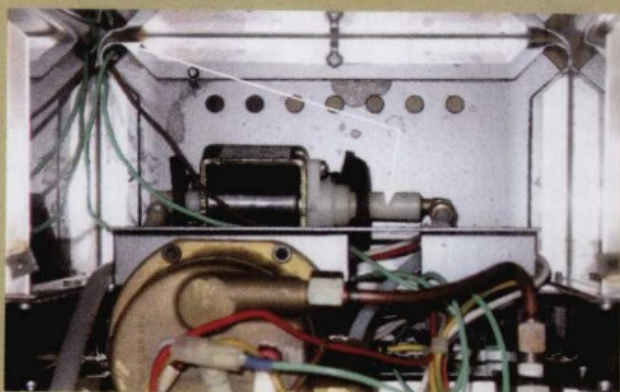

图6 连至Silvia外的线
**7b.** 把循环时间线（TC）和控制线（就是那两根接到SSR “+”，“-”端子上的线）穿出锅炉分隔板沿着底部水罐的分隔板，直到底部角上（见图6）。